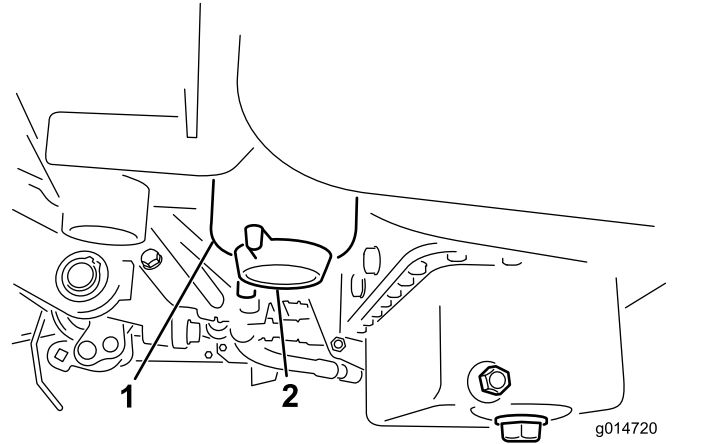

图 36
3. 打开燃油滤清器上的排油塞大约旋转一周排干积水 图 36。